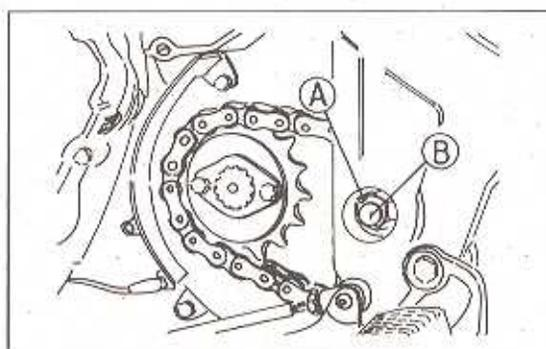

Bild 222
- Das Federbein abstützen und die gelösten Verbindungen trennen (Bild 222).